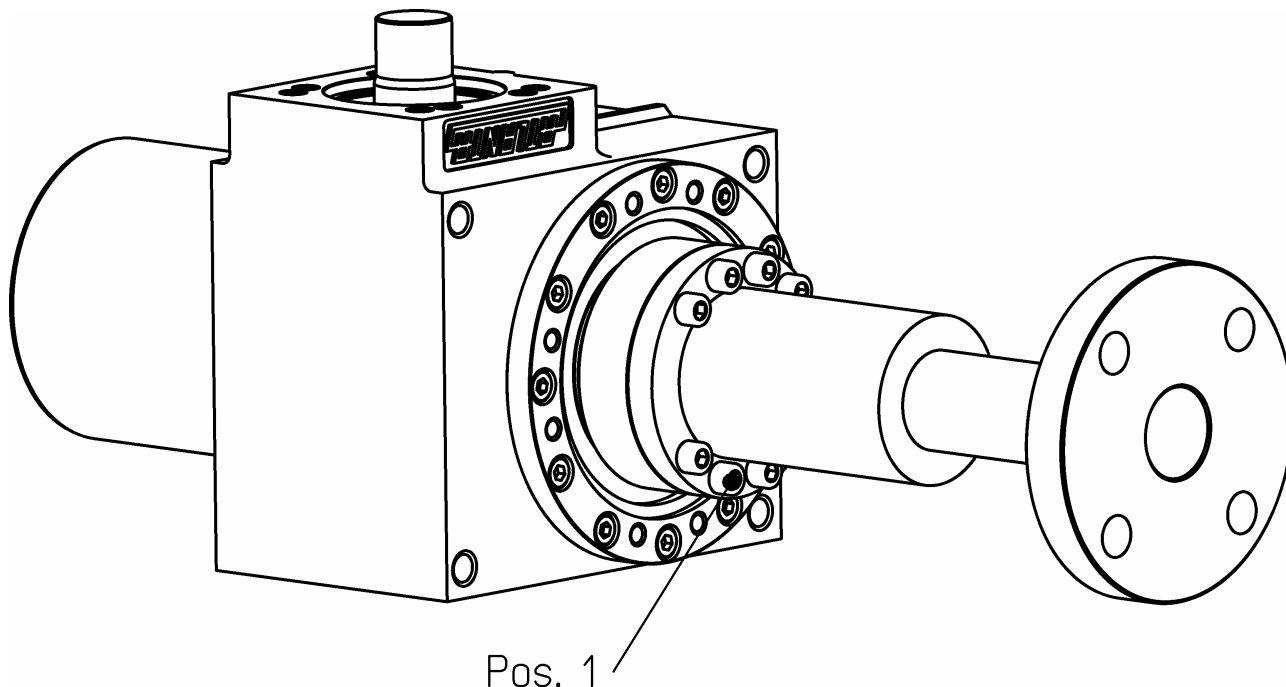

Bild 9.6.1 Spindelwechsel bei Getrieben mit stehender Spindel
9.6.1 Spindelwechsel bei Getrieben mit stehender Spindel (siehe Bild 9.6.1):